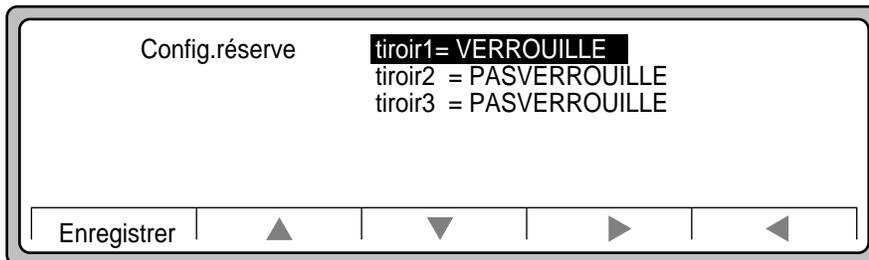

Figure 3-30 Verrouillage du tiroir1
9. Appuyez sur Sélect. Vous revenez à l'écran Config.réserve avec le tiroir1 verrouillé (Figure 3-30).